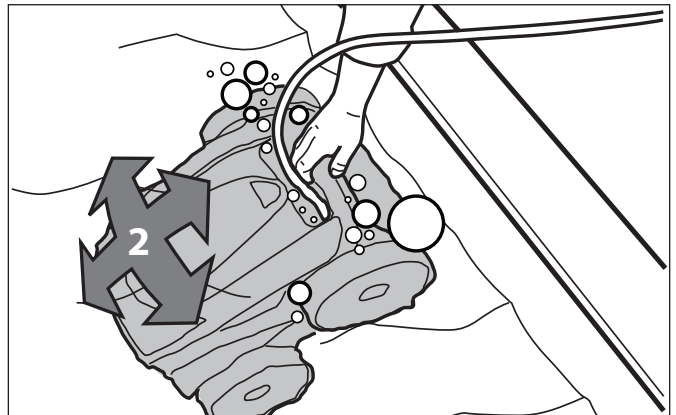

Figura 17. Limpiafondos abajo de la piscina
2. Asegúrese de que la unidad se hunda hasta el fondo de la piscina. Vea la Figura 17.